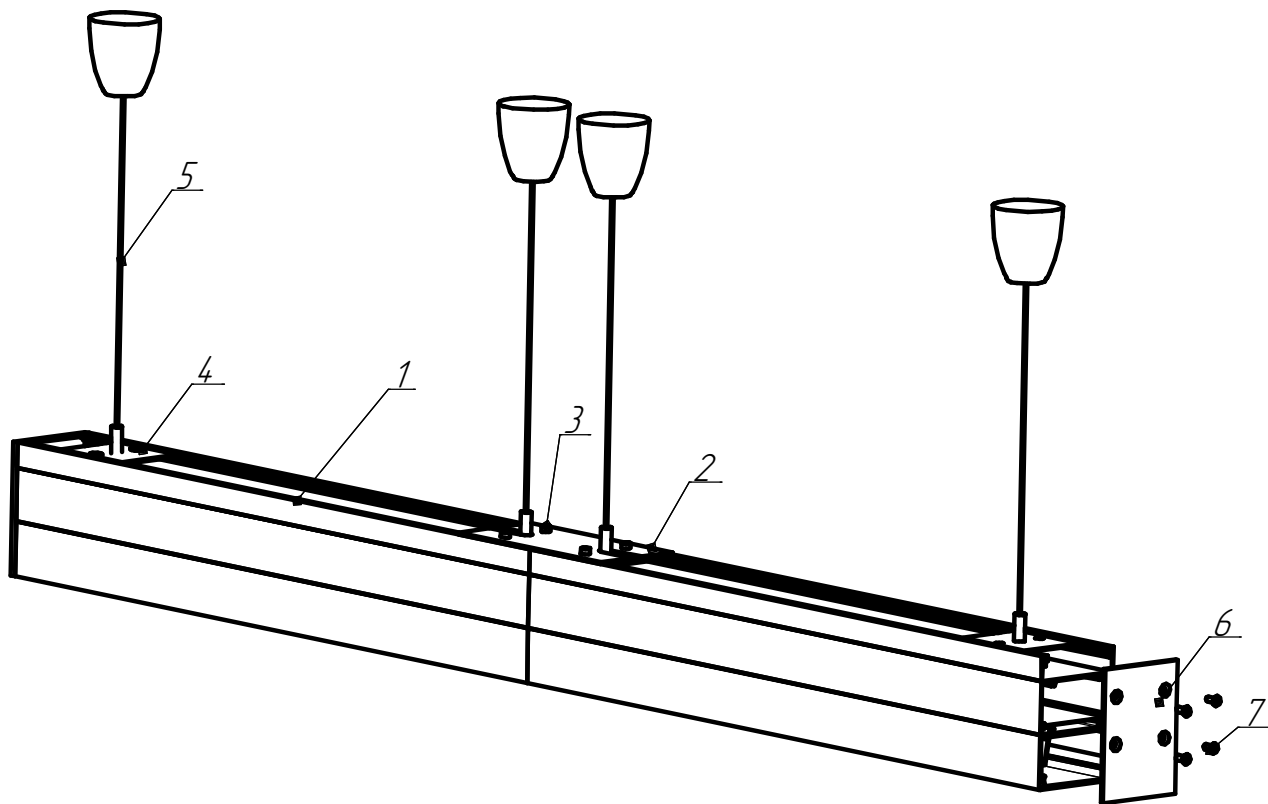

Рисунок 5 - Схема соединения светильников в линию
### **5.6. Установка светильников в линию (см. рисунок 5) :**
5.6.1. Для установки светильников в линию необходимо снять торцевые крышки в месте соединения светильников. Затем при помощи пластины соединительной ДПО02 поз.2, винтов поз.3 и пластины подвеса (рисунок 5) соединить светильники. Для светильников ДПО02 Up/Down использовать пластину соединительную ДПО02 Up/Down.